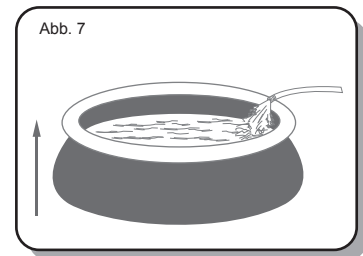

Abb. 8
5. Füllen Sie den Pool bis zu 80% mit Wasser, d.h. bis zur Unterkante des aufgelassenen Rings des Pools, so dass die Seiten glatt und fest sind. **ÜBERFÜLLEN** Sie den Pool nicht, das dies zu einem Reißen führen kann. Bei starken Regenfällen müssen Sie unter Umständen etwas Wasser entleeren, um den richtigen Füllstand zu gewährleisten. (Siehe Abb. 8)